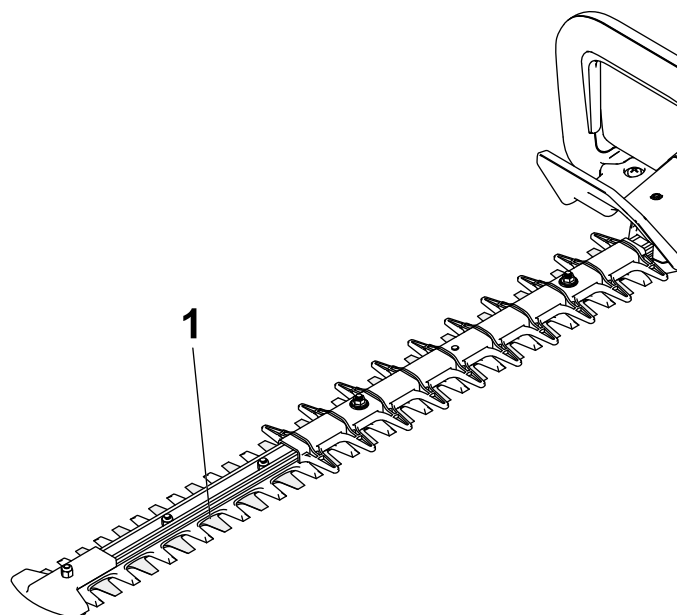

Figura 10
3. Aplique óleo leve de máquina (como o n.º 10) ao longo do bordo da lâmina superior (Figura 10).